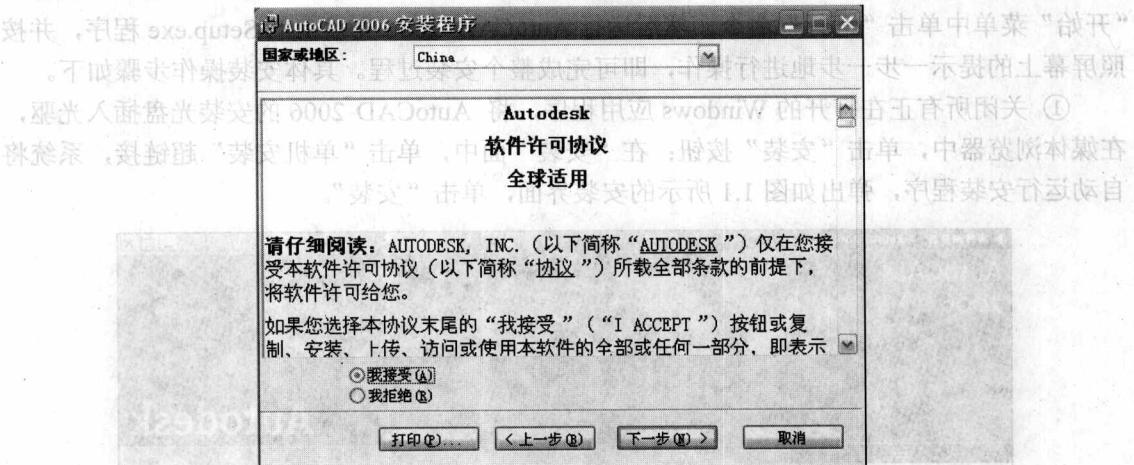

图 1.3 “软件许可协议”对话框
③ 在如图1.3所示的“软件许可协议”对话框中选择“我接受”单选按钮，单击“下一步”按钮；如果不同意协议的条款，可单击“取消”按钮，以取消安装。